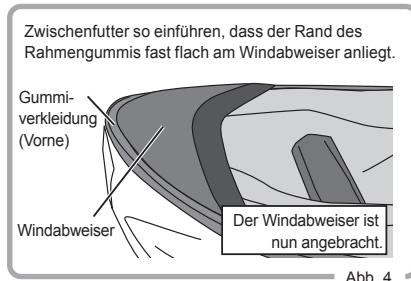

Abb. 4
4. Zwischenfutter so einführen, dass der Rand des Rahmengummis fast flach am Windabweiser anliegt, um den Vorgang abzuschließen. (Abb.4)